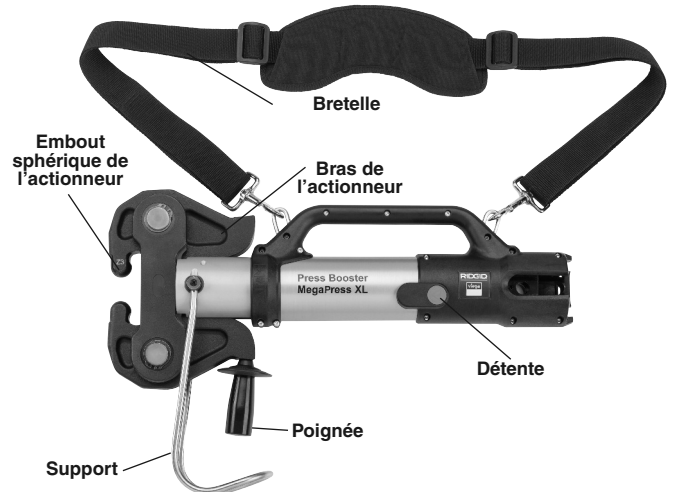

Figure 1 – Press Booster avec actionneur Z3
3. Attachez la bretelle à l'outil comme indiqué à la Figure 1. Réglez la longueur de la bretelle.